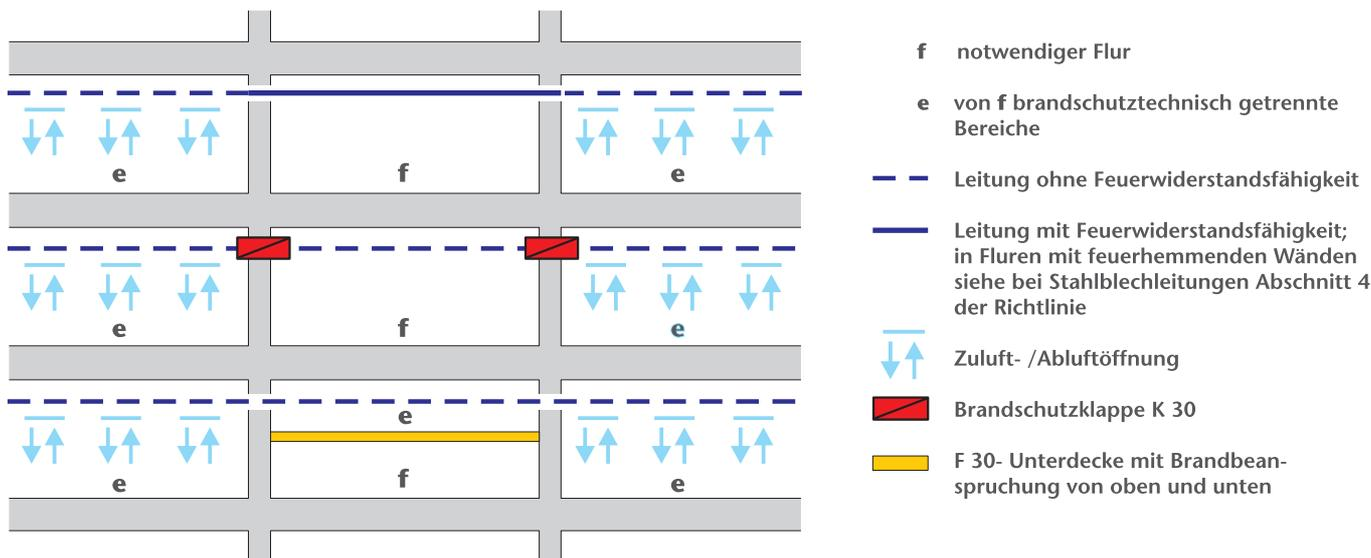

Bild 3.1 Notwendiger Flur (f) unbelüftet (ohne Auslässe)
Anwendungsbeispiele nach der MLüAR 2005 / LüAR „Lüftungsanlagen-Richtlinie, Bild 3.1, für notwendige Flure“
In notwendigen Fluren mit feuerhemmenden Wänden genügen anstelle von feuerhemmenden Lüftungsleitungen Lüftungsleitungen aus Stahlblech, ohne Öffnungen, mit Abhängern aus Stahl, siehe auch Bild 3.1.
**Anwendungsbeispiele nach der MLAR 2005 / LüAR „Lüftungsanlagen-Richtlinie, Bild 3.1, für notwendige Flure“**